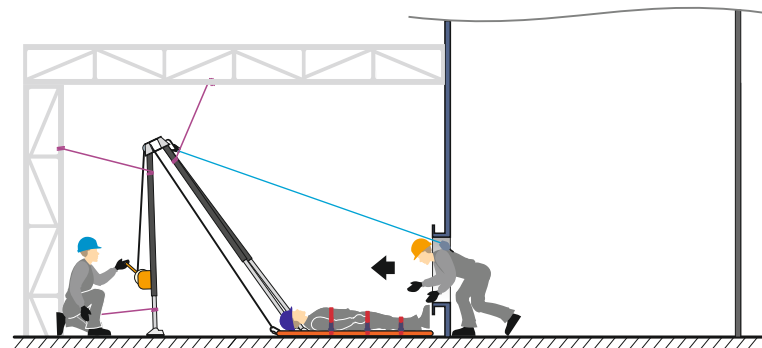

Рис. 17 Спасатель № 1 покидает ОЗП после завершения операции по спасению.
14. После того, как пострадавший эвакуирован, спасатель № 1 может покинуть ОЗП (рис. 17).